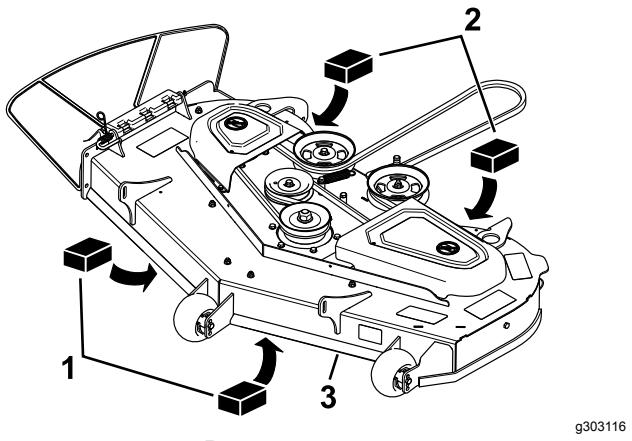

Рисунок 74
- Установите 2 подставки толщиной по 6,6 см (2½ дюйма) под каждую сторону передней кромки деки, но не под кронштейны защитного валика (Рисунок 74).
- Установите 2 подставки толщиной по 7,3 см (2¾ дюйма) под заднюю кромку фартука режущей деки, по одной на каждой стороне режущей деки (Рисунок 74).